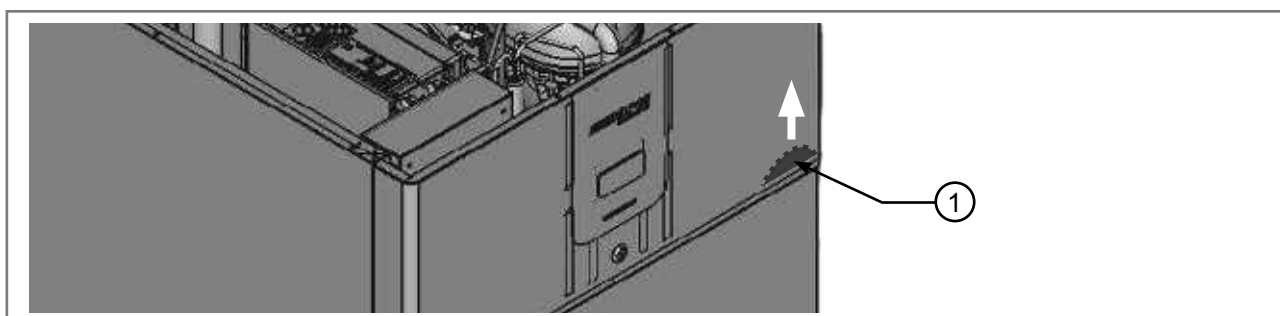

Abb. 38 Verriegeln
- Wenn die Abdeckung vollständig entfernt ist, wird die Tür verriegelt (siehe Abb. 38).
Wenn die Abdeckung vollständig entfernt ist, wird die Tür verriegelt (siehe Abb. 38).